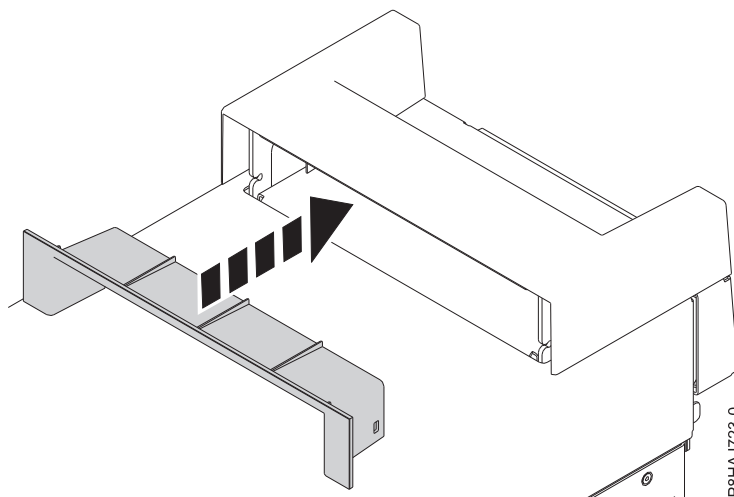

Figura 38. Inserción de la pieza en la tapa de asa en un sistema 8286-41A autónomo
2. Inserte la pieza en la tapa de asa presionándola con firmeza, tal como se muestra en la Figura 38.